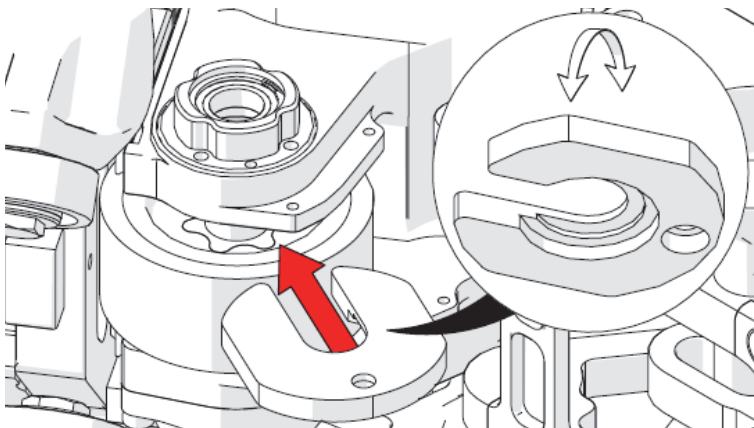

Figura 2-17 Inserción de la herramienta retirada de la rueda
19. Deslice la herramienta retirada de la rueda, inserte la rueda y el brazo axial, asegurándose de que el lado avellanado mire hacia abajo, hacia la rueda (ver Figura 2-17 en la página 100).